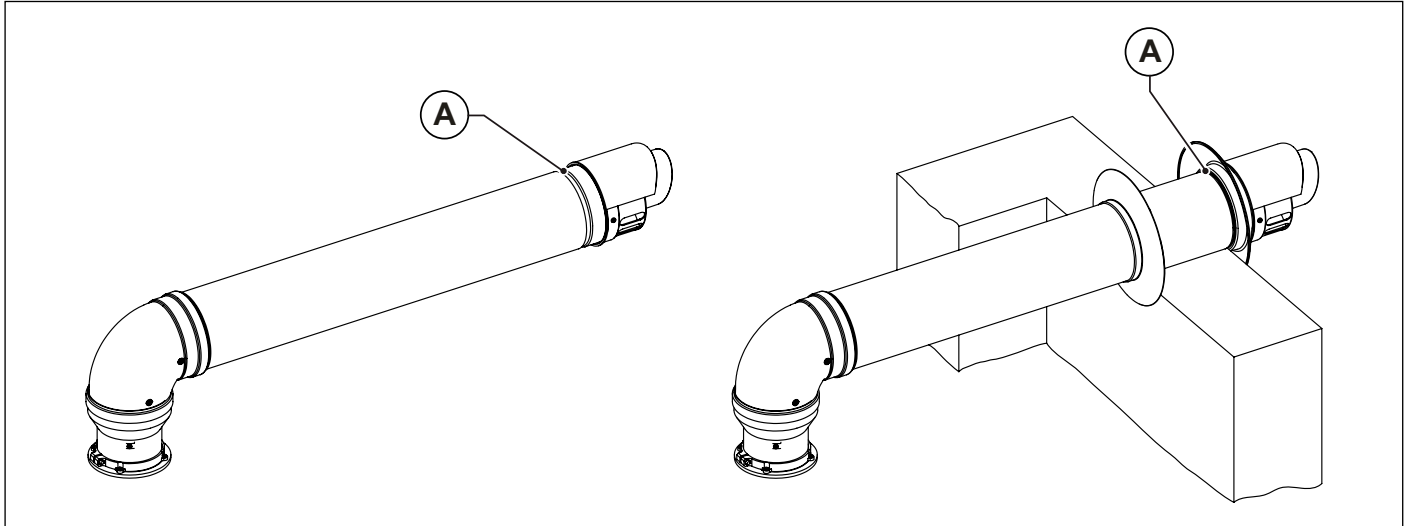

Abb. 10 Installation der Wandendteile
Die verdoppelten und koaxialen Endteile zur Luftansaugung und Rauchabführung weisen eine Rille (A) zur Befestigung der äußeren Wand im unteren Bereich auf. (siehe Abb. 10 Installation der Wandendteile).